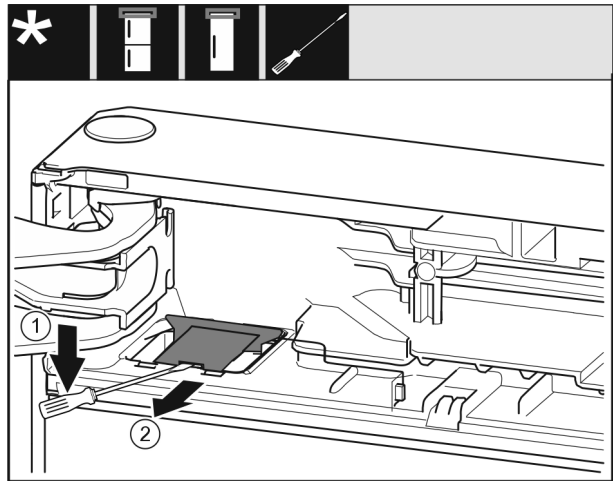

Fig. 7
- Use un destornillador de punta plana para desenganchar la cubierta y levantarla. Fig. 7 (1)
- Retire la cubierta. Fig. 7 (2)